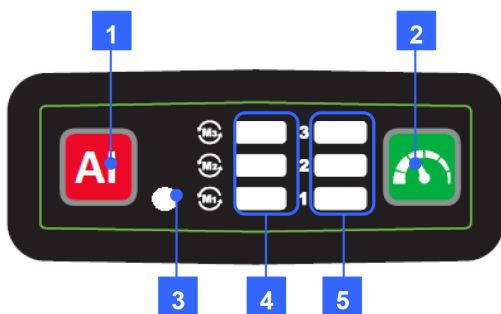

Рис. 9
### Модель CW 2005SL (рис. 9)
Гайковёрт имеет четыре фиксированных скорости вращения с ударом (при полном нажатии на клавишу включения), переключаемые последовательным нажатием на кнопку переключения скоростей (п.2 рис. 9).
- Включите режим синхронизации, нажав на кнопку «М». Индикатор включения режима синхронизации должен загореться (п.4 рис. 9)